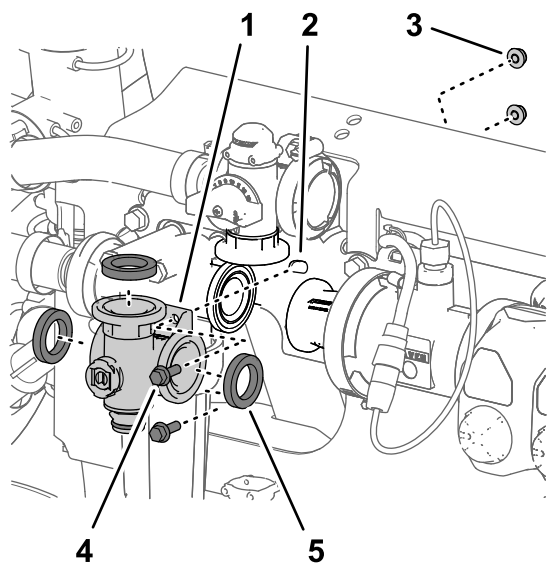

Figura 109
3. Retire os 2 parafusos de cabeça flangeada (1/4 pol. x 3/4 pol.) e as 2 porcas de bloqueio flangeadas (1/4 pol.) que prendem o coletor da válvula de agitação ao suporte da válvula (Figura 109).
4. Retire o coletor da válvula de agitação e as juntas da máquina (Figura 109).